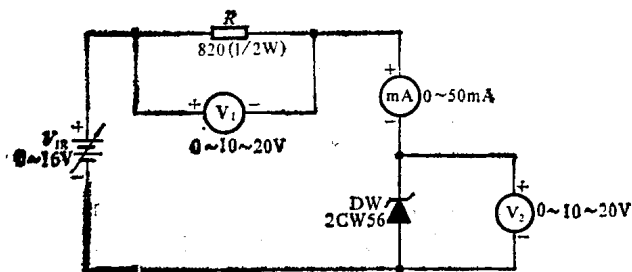

图 1.4 稳压管的稳压性能实验线路
(1) 用万用表测量 2CW 56 的正反向电阻。数据填入实验报告表 1.1 中。
(2) 按图 1.4 接线。将直流电源先置于 0V 挡,然后按实验报告表 1.5 要求进行实验,数据填入表中。